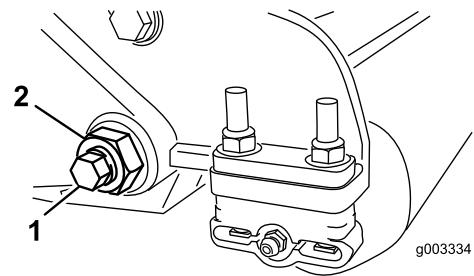
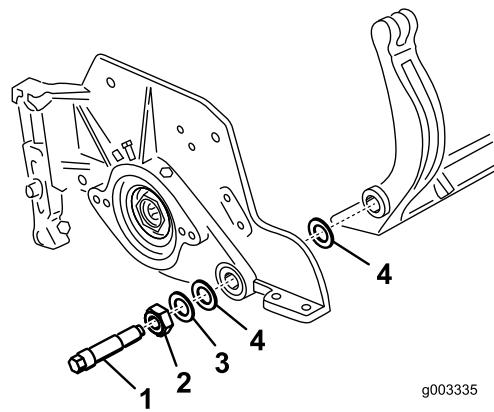

Figura 31
Figura 32
- En cada lado de la máquina, afloje la contratuerca que fija el perno de la barra de asiento (Figura 31).
- Retire cada perno de la barra de asiento, para poder tirar de la barra hacia abajo y retirarla de la máquina (Figura 31). Guarde las 2 arandelas de nylon y la arandela de acero troquelado de cada extremo de la barra de asiento (Figura 32).
- Coloque una arandela de acero por fuera de cada arandela de nylon (Figura 32).